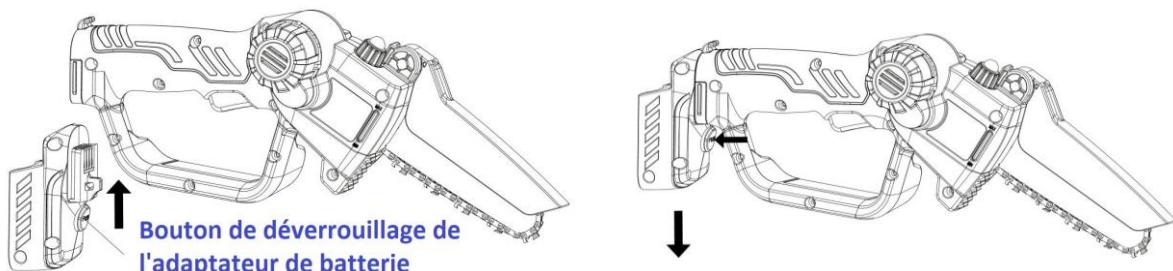

Fig. 2
4.4- Installer/retirer l'adaptateur de batterie (Fig. 2)
- Insérez complètement l'adaptateur de batterie (5) dans l'outil électrique le long de la fente de guidage, jusqu'à ce qu'il s'enclenche.
- Pour libérer l'adaptateur de batterie, appuyez sur le bouton de déverrouillage de l'adaptateur de batterie (8), puis retirez l'adaptateur de l'outil électrique.